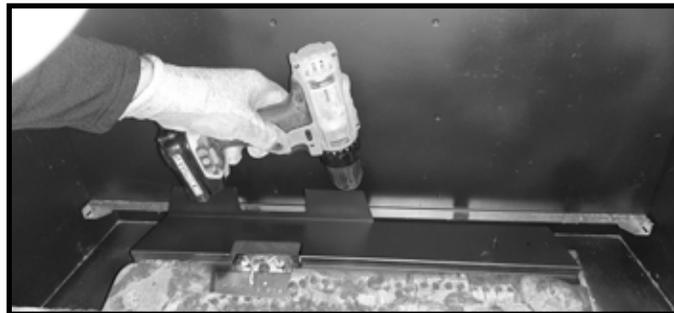

Figure 11.12 Installation du support réfractaire arrière
3. Placez le support réfractaire arrière sur le coude de retour du passage d'air arrière, alignez les trous et installez avec une vis comme indiqué dans les figures 11.12 et 11.13.